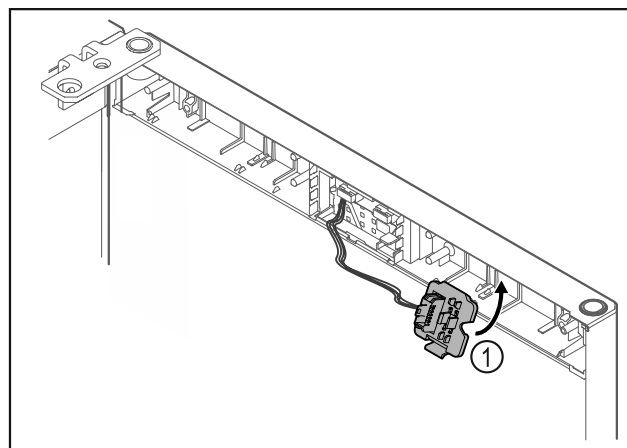

Fig. 23
- Paina pistokkeenpidin Fig. 23 (1) paikalleen vastakkaiselle puolelle.